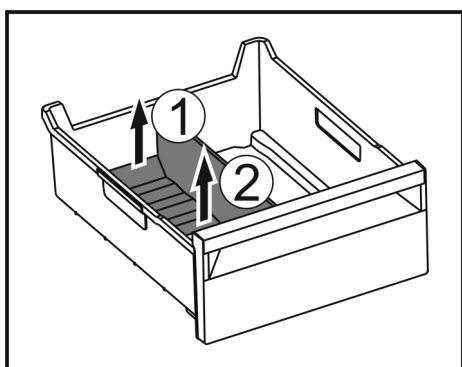

Fig. 126
- ▶ Dvignite zadnji del pregrade predala za led. Fig. 126 (1)
- ▶ Pregrado predala za led odstranite navzgor. Fig. 126 (2)